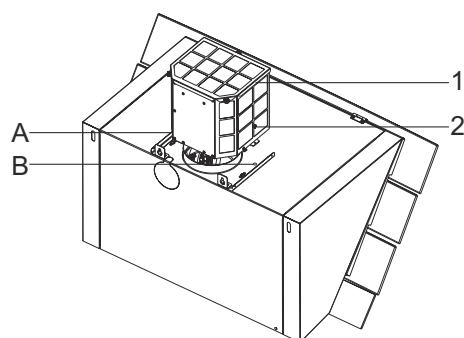

Fig. 6
- Kulfilter kabinettet skal fastgøres med 2 stk. 3,5x9,5 skrue på a+b (Fig. 6).